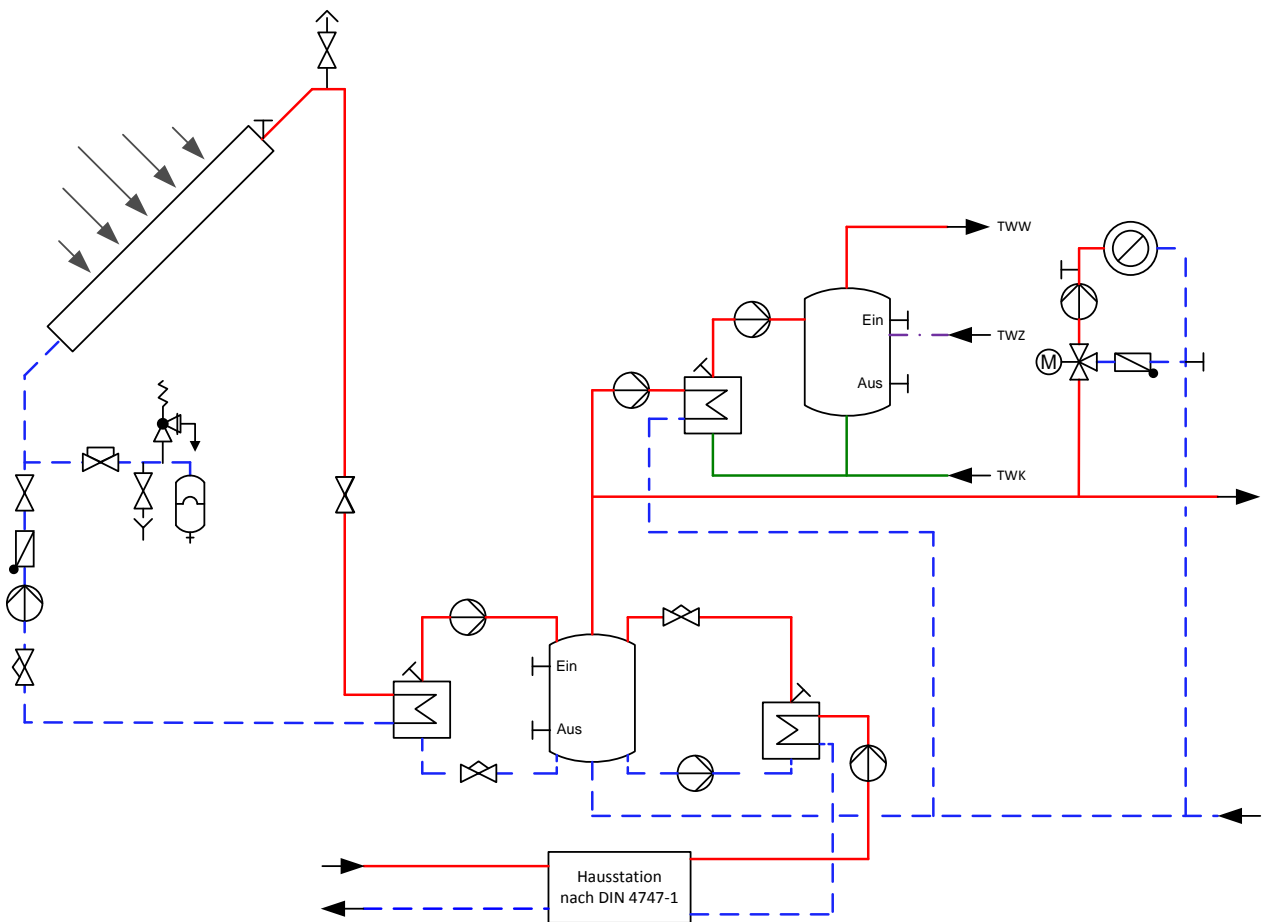

Bild 13: Solar unterstütztes Heizsystem, Pufferspeicher mit außen liegenden Wärmeübertragern für die Solaranlage und die Nachheizung mit Fernwärme
- Solarunterstütztes Heizsystem, Pufferspeicher mit außen liegenden Wärmeübertragern für die Solaranlage und die Nachheizung mit Fernwärme (Bild 13)